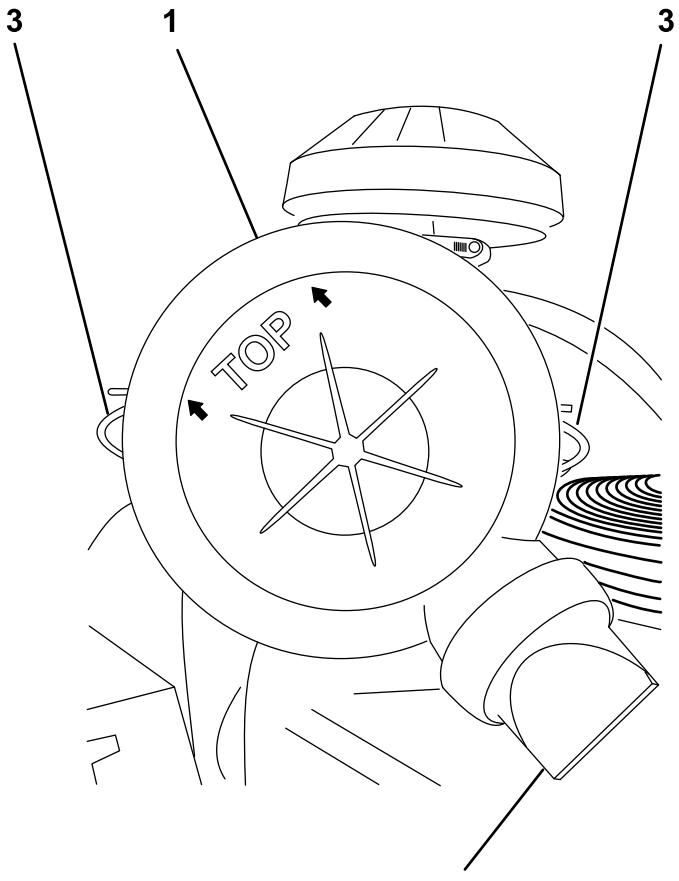

図 17
1. エアクリーナのカバーのブリーザバルブが時計の5時の位置にくるようにエアクリーナカバーを取り付ける図 17。